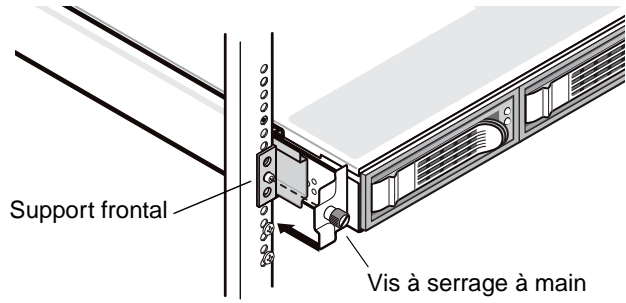
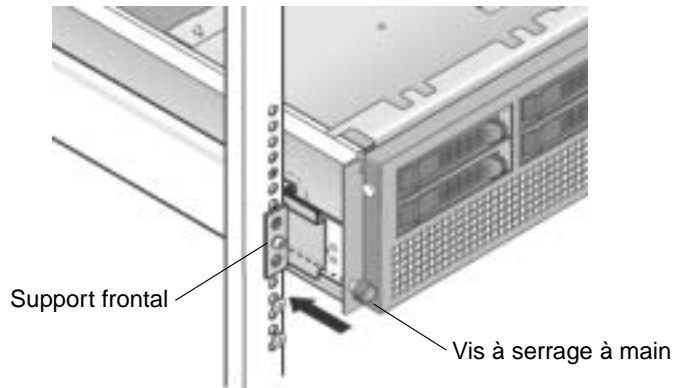

**FIGURE 1-4** Installation du serveur Sun Fire V20z dans le rack
**FIGURE 1-5** Installation du serveur Sun Fire V40z dans le rack
**3. Après avoir installé les supports de fixation, faites glisser le serveur dans le rack en insérant la base des supports de fixation dans les glissières (voir FIGURE 1-4 ou FIGURE 1-5).**